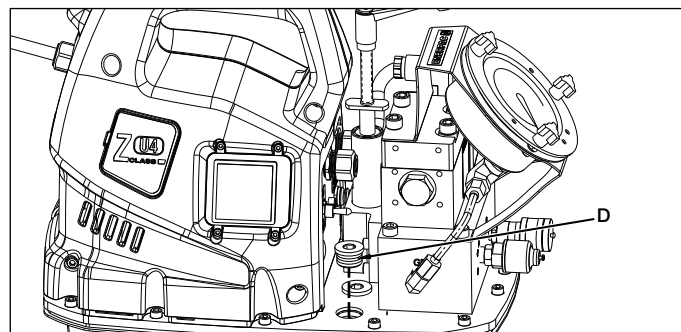
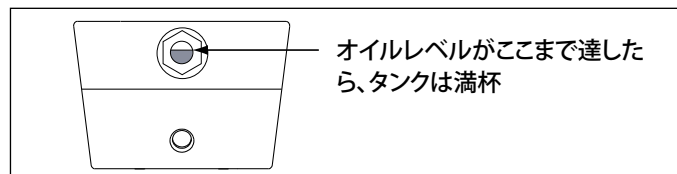

図3、オイル充填プラグ
図5 サイトガラス (覗き窓)
ポンプの固定面への取り付け寸法は、図3を参照してください。
始動前にポンプのオイルレベルを確認し、必要に応じてカバープレートからSAE #10プラグを外してオイルを補給します(図3参照)。オイルレベルが図5の状態に達したら、タンクは満杯の状態です。
2. (-Q) 型ポンプは、Enerpac Sタイプ、Wタイプおよびその他のトルクレンチ用です。「Enerpac THQ-700 series - 700 bar/10,000 psi max.」と表示されたホースを必ず使用してください。レンチを適切に作動させるため、カブラは図5に示すように分割および配置してください。使用する前に、カブラが完全に接続され、締められていることを確認してください。カブラの接続が不十分な場合、レンチが正しく作動しません。
始動前にポンプのオイルレベルを確認し、必要に応じてポートプラグを外してオイルを補給します。図3および図5を参照してください。オイルをタンクに補給する前に、トルクレンチが完全に後退していることを必ず確認してください。
6. オイルタンクに新しいEnerpac油圧油を注入します。タンクは、オイルレベルが図5の状態に達したら一杯です。